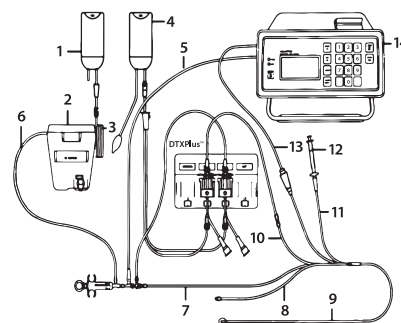

Bild 1. Systeminstallation för sluten krets
19. Anslut in-line-sensorkabeln (modell SP4045 eller annan kompatibel kabel) till injektatsensorhöljet genom att trycka in fjäderenheten i höljet och dra åt (se bild 1).